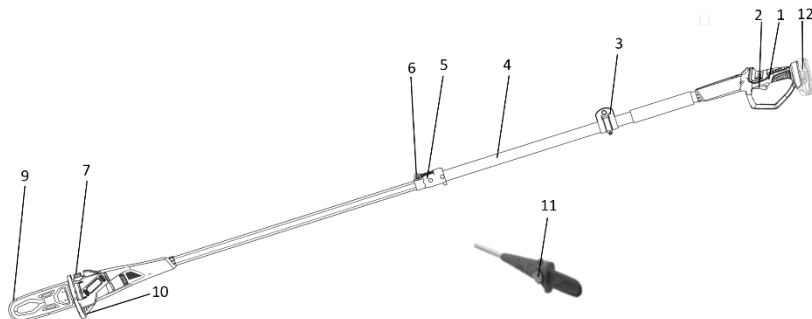

Рисунок 1
- У процесі роботи виробом щільно притисніть упор висоторіза (10) (див. Рисунок 1) до гілки, яку плануєте спиляти. При цьому не відбувається деренчання гілки під час її спилювання